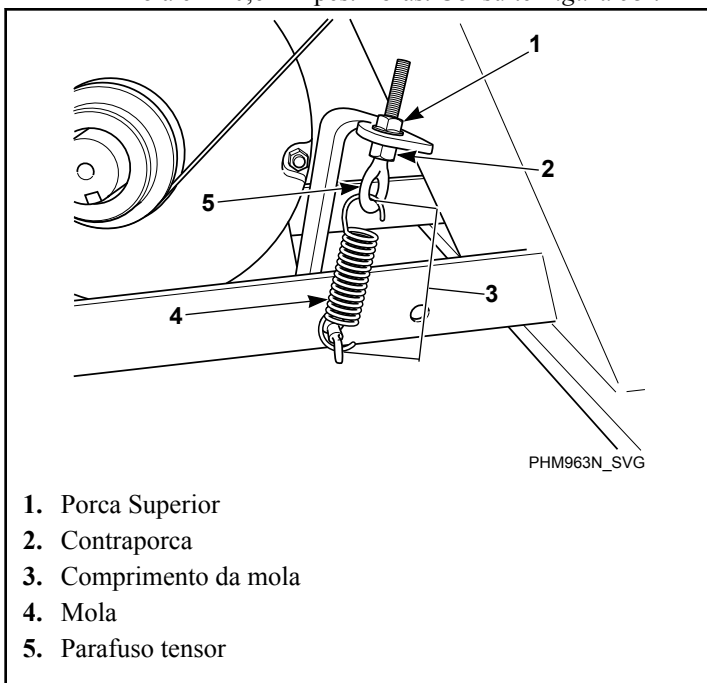

Figura 53
- **Medidor de Frequências.** Aperte a porca superior do parafuso de tensão até atingir a frequência correcta (consulte *Tabela 6*) obtida no intervalo intermédio. Coloque o aperto binário na contra porca para suporte da mola em $20,6 \pm 2$ pés.-libras. Consulte *Figura 53*.
- **Instrumento Medidor de Tensão.** Aperte a porca superior do parafuso tensor até que seja obtida a tensão adequada da correia (consulte *Tabela 6*) obtida no intervalo intermédio. Coloque o aperto binário na contra porca para suporte da mola em $20,6 \pm 2$ pés.-libras. Consulte *Figura 53*.
- **Comprimento da Mola.** Aperte a porca superior do parafuso tensor até a mola medir a distância correta entre os ganchos. Consulte *Tabela 41*. Coloque o aperto binário na contra porca para suporte da mola em $20,6 \pm 2$ pés.-libras. Consulte *Figura 53*.
- **Manter a tensão durante a remoção da correia.** Se conseguir obter a tensão correta, fixe a porca de bloqueio com fita adesiva e desaperte a porca superior do parafuso de olhal para soltar a correia. Substitua a correia e reaperte a porca superior do parafuso de olhal contra a posição da porca de bloqueio. Consulte *Figura 53*.